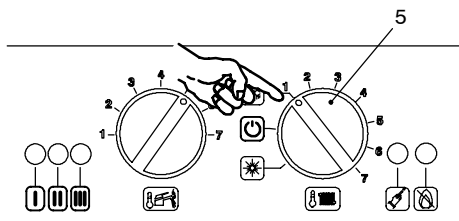
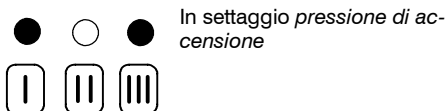
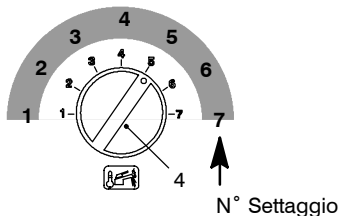

fig. 7.6
fig. 7.7
fig. 7.8
- 8 Posizionare il selettore 5 come indicato in fig. 7.6; la lampada di segnalazione 3 lampeggia ad intermittenza circa ogni 2 secondi.
- 9 Tenere premuto il pulsante di ripristino 6 in fig. 7.6 per circa 10 secondi, la lampada di blocco 7 in fig. 7.6 inizierà a lampeggiare.
- 10 Per settare la pressione di accensione del bruciatore le spie di segnalazione 3 in fig. 7.6 devono essere visualizzate come in fig. 7.7 (leggenda spie fig. 7.4)
- 11 Se non si visualizza questa sequenza premere il pulsante di ripristino 6 in fig. 7.6 tante volte fino alla visualizzazione (4 volte).
- 12 Per visualizzare il settaggio impostato tenere premuto il pulsante di ripristino 6 in fig. 7.6 per circa 5 secondi. Le spie di segnalazione 3 in fig. 7.6 lampeggeranno un numero di volte pari al settaggio (fig. 7.8).
- 13 Per cambiare il settaggio ruotare la manopola regolazione temperatura sanitari 4 in fig. 7.6 e posizionarla nella **posizione** prescelta fig. 7.8 vedi anche tab. 7.5 (nella figura es. manopola settata per **posizione 5**), la lampada di segnalazione blocco 7 in fig. 7.6 lampeggia velocemente.
14 Per memorizzare il settaggio premere il pulsante di ripristino 6 in fig. 7.6 per circa 5 secondi, le spie di segnalazione 3 in fig. 7.6 lampeggiano tutte quante simultaneamente come in fig. 7.7 (leggenda spie fig. 7.4)